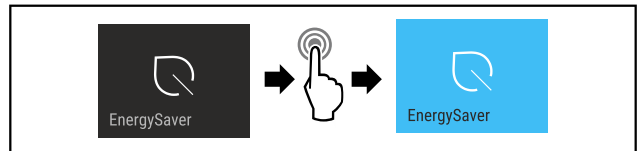

Fig. 14
- Suivre les étapes (voir Fig. 14) .